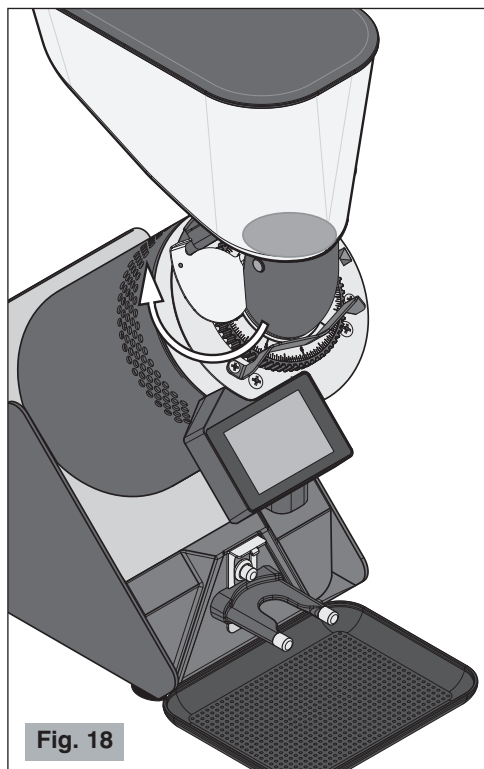

Fig. 18
**Controlar que el obturador de la tolva esté completamente abierto hasta el final de la carrera (véase Fig. 18).**